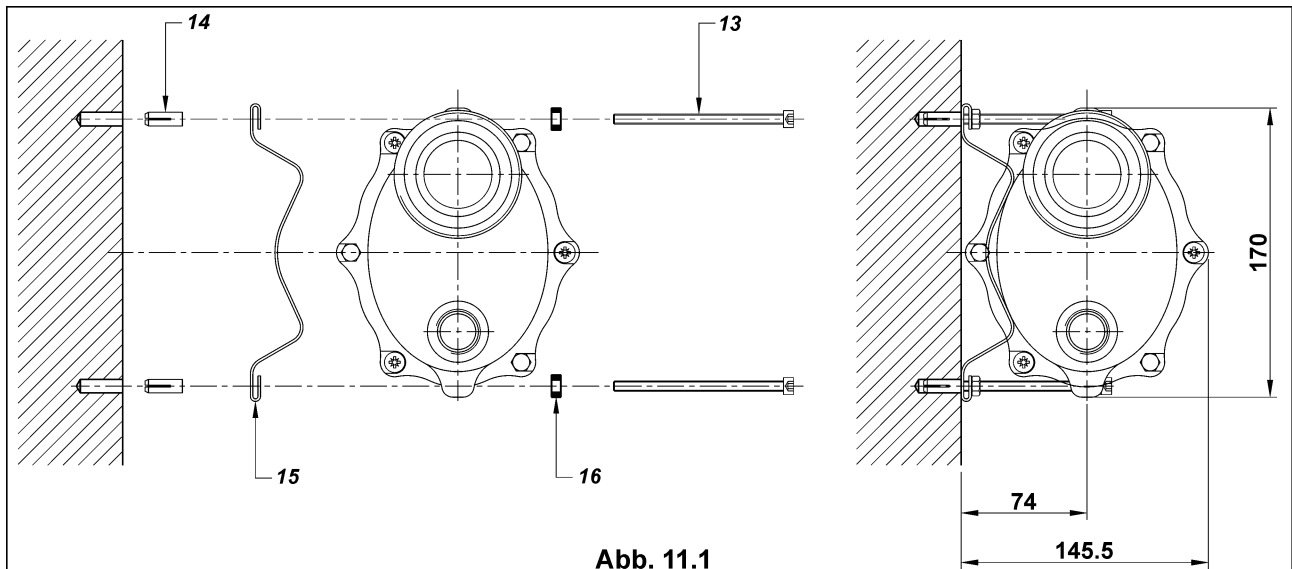

Abb. 11.1
- Der Warmerator Wärmetauscher ist geeignet für die Wandmontage. (*Abb. 11.1, 11.2*)